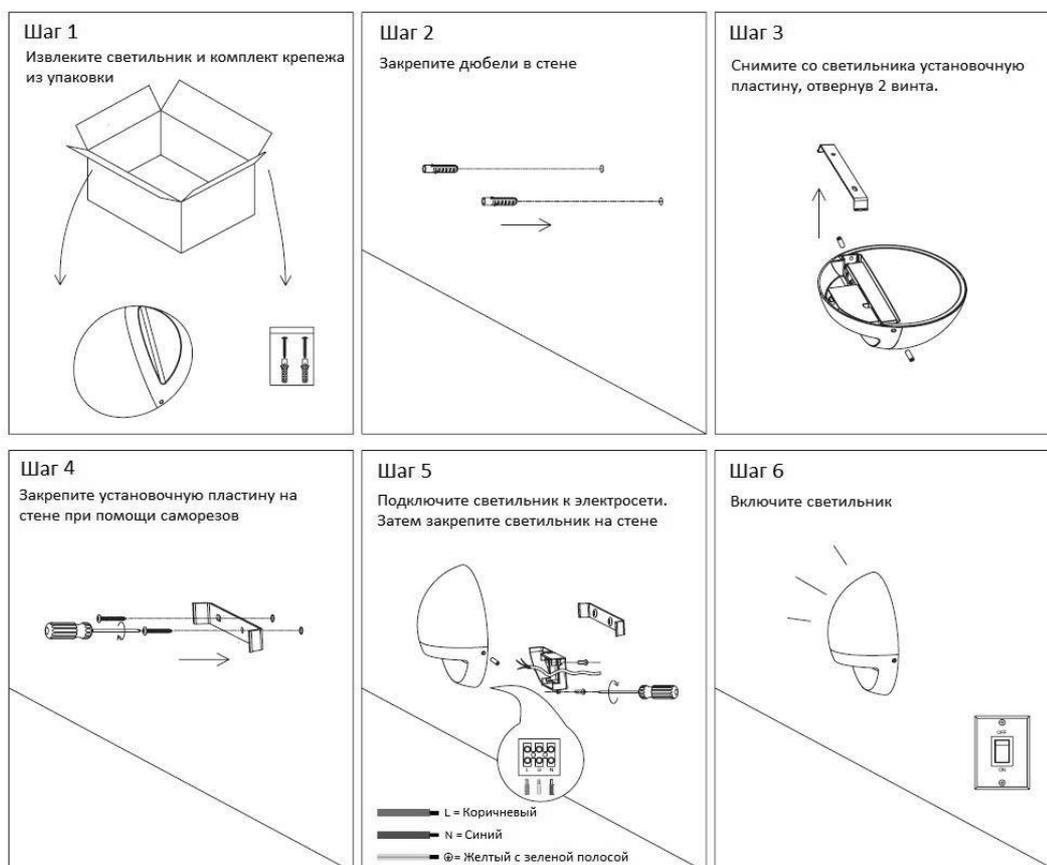

Рисунок 2 - Схема установки светильника
6.5 Подсоедините светильник к питающей электросети (см.рисунок 2)